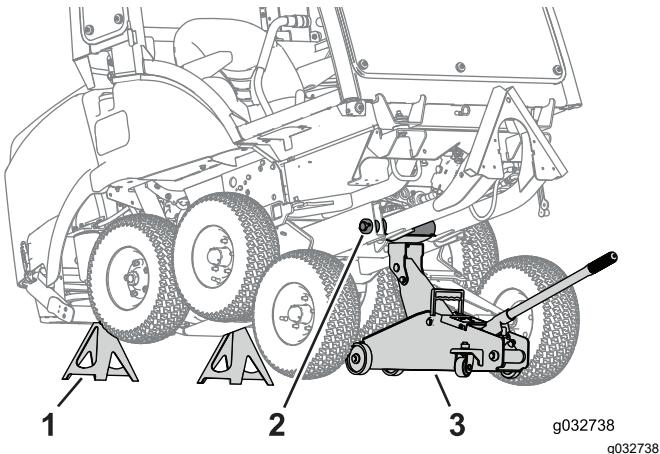

Bild 88
4. Heben Sie den Winterrahmen mit einem Wagenheber an (Bild 88).